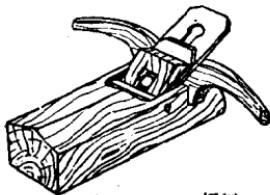

图1—1—12 短刨
(1) 平刨: 平刨有长刨、短刨,粗刨、细刨的分别。长刨长度在450毫米左右,短刨俗称8寸刨,长度约在200毫米。长刨刨料比较平直。粗刨一般是开口较大,刨刀角度较小,近 45° 。细刨角度比粗刨陡,成 50° 左右,开口也较小,刨料比较光滑。少年木工首先要会用短刨(图1—1—12)。